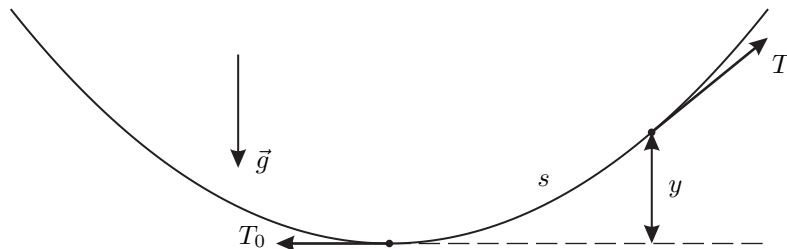

Рис. 6
3. Докажите, что если верхняя точка нити длины s возвышается над низшей точкой на высоту y (рис. 6), то